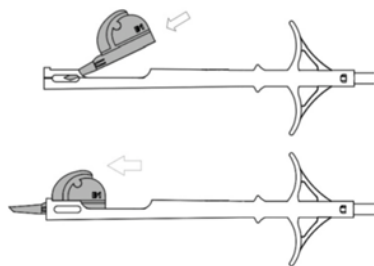

Fig. 2
10. Insira o cartucho trancado na zona de carregamento do corpo do injektor, como demonstrado na Fig. 2.